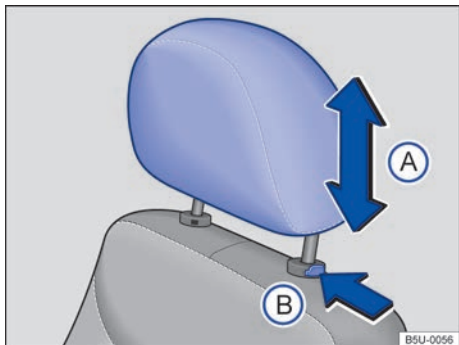

Fig. 37 Desmonte el apoyacabezas delantero.
- Presionar la tecla → fig. 37 (B) en el sentido de la flecha. Retire el apoyacabezas mientras presiona la tecla.
- Empuje el apoyacabezas totalmente hacia abajo con la tecla → fig. 37 (B) presionada.